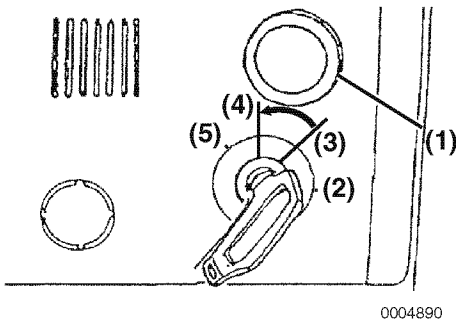

Figure 13
5. Tournez la clé sur la position ON (Figure 13, (3)). Il est normal que l'alarme se déclenche et que les indicateurs d'avertissement s'allument au démarrage.
6. Tout en appuyant sur le bouton STOP (Figure 13, (1)), tournez la clé sur la position START (Figure 13, (2)).
8. Placez la clé sur la position OFF (Figure 13, (4)). Le moteur arrête de tourner.